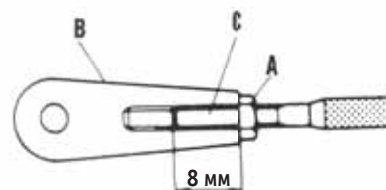

Рис. 4
4. Отсоедините трос от замка, ослабьте гайку (поз. А, рис. 4) на конце троса. Установите ДУ и положение магнето при закрытой заслонке и при полно-
стью открытой заслонке. Настраивайте фиксатор В (рис. 4) до тех пор, пока он не будет свободно надеваться на крепление.